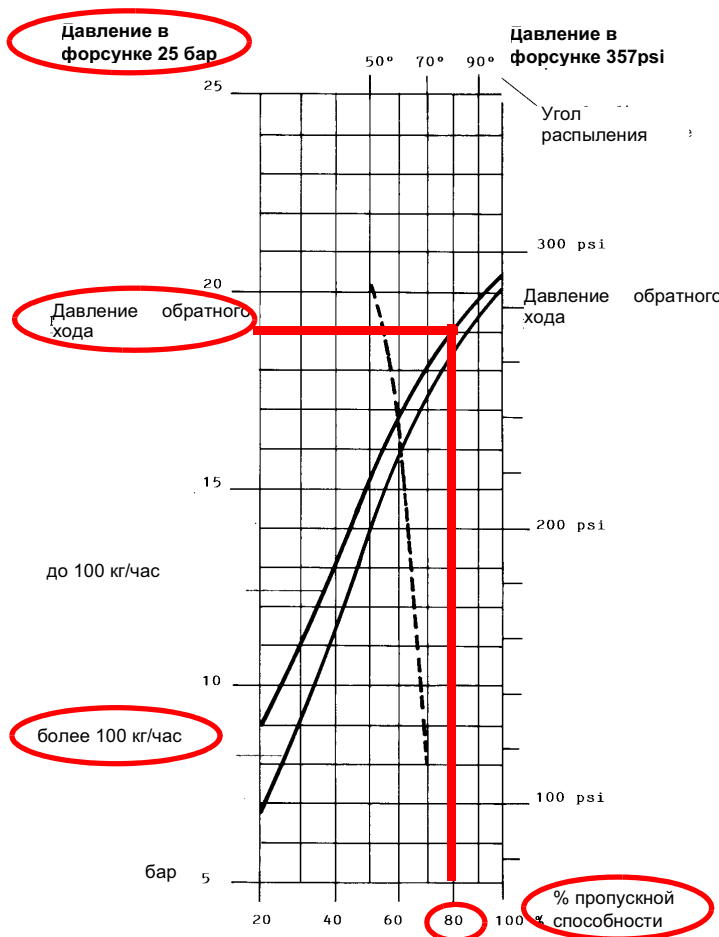
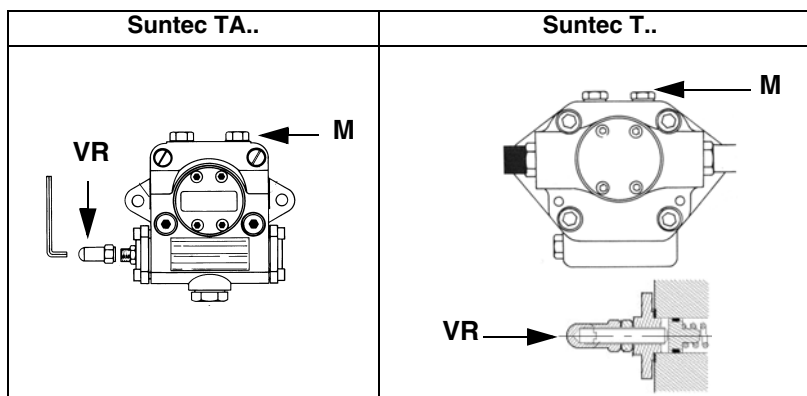

Рис. 20
Рис. 21
Расход дизельного топлива регулируется за счет выбора форсунки (противопоточного типа), соответствующего мощности котла и типу применения размера, а также регулировки давления на прямом и обратном ходе жидкого топлива, согласно данных, указанных в таблице и на графике на Рис. 20 (для считывания давления - читайте последующие параграфы).
Пример (Fluidics): 80% номинального расхода на форсунке можно получить, если установлены форсунки с расходом более 100 кг/час, при давлении на обратном ходе примерно равном 18 бар (см. график на Рис. 20).
- 3 выпустить воздух со штуцера (M) манометра насоса (Рис. 21), расслабив слегка заглушку, но не снимая ее; затем отпустить контактор;
Давление питания форсунки уже отрегулировано заранее на заводе-изготовителе и не должно изменяться. Только в случае необходимости, отрегулировать давление питания (см. соответствующий параграф) следующим образом: установить манометр в положение, указанное на Рис. 22, воздействовать на регулировочный винт VR насоса (см. Рис. 21 и на стр 20) до получения на форсунке давления в 25 бар (форсунки Fluidics - см. графики на Рис. 20).